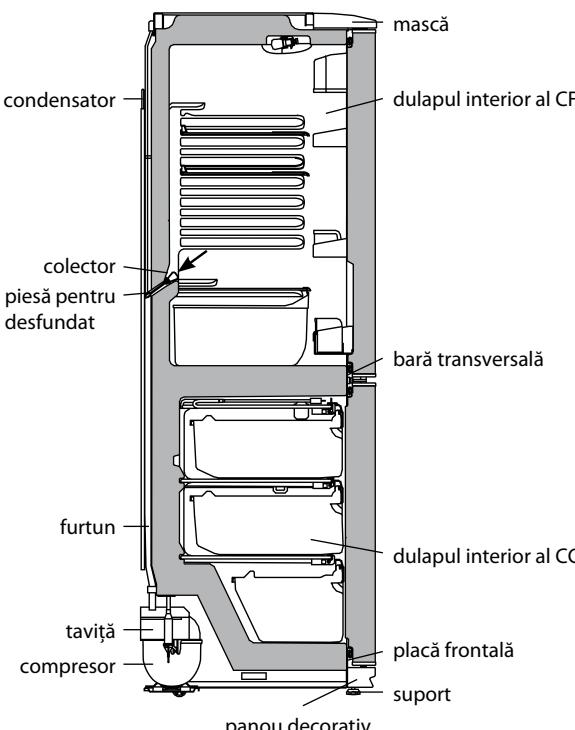

Figura 5 — Schema surgerii apei rezultate în urma topirii din CF
3.5.1 În CF se folosește un sistem automat de dezghețare. Bruma, care apare pe peretele din spate a CF, după deconectarea compresorului care lucrează în ciclu, se topește și se transformă în picături de apă. Picăturile de apă rezultată în urma topirii se scurg în colector, apoi prin gaura acestuia și prin furtun - în taviță de pe compresor, în conformitate cu figura 5 și se evaporă. Gaura colectorului este dotată cu o piesă pentru prevenirea înfundării sistemului de drenaj.
Prezența apei în colector indică înfundarea sistemului de drenaj. Pentru eliminarea înfundării folosiți piesa corespunzătoare și curățați gaura colectorului, astfel ca apa să se scurgă liber în taviță, apoi spălați piesa și instalati-o în conformitate cu figura 5.
SE INTERZICE să utilizați frigiderul cu sistemul de scurgere înfundat. Apa care a apărut la baza CF sau care a ajuns în locul de alăturare a barei transversale și a dulapului interior al CF, în conformitate cu figura 5, poate provoca coroziunea dulapului exterior al frigiderului și elementelor agregatului frigorific, defectarea izolației termice, formarea crăpăturilor dulapului interior și defecțiunea frigiderului.
SE INTERZICE dezghețarea CC fără utilizarea elementului pentru drenare. Apa rezultată în urma topirii care se scurge din cameră afară de elementul pentru drenare, patrunzând în locul de alăturare a plăcii frontale la dulapul interior în conformitate cu figura 5, poate provoca coroziunea dulapului exterior al congelatorului și a elementelor agregatului frigorific, defectarea izolației termice, formarea crăpăturilor dulapului interior și defectarea dulapului frigiderului.